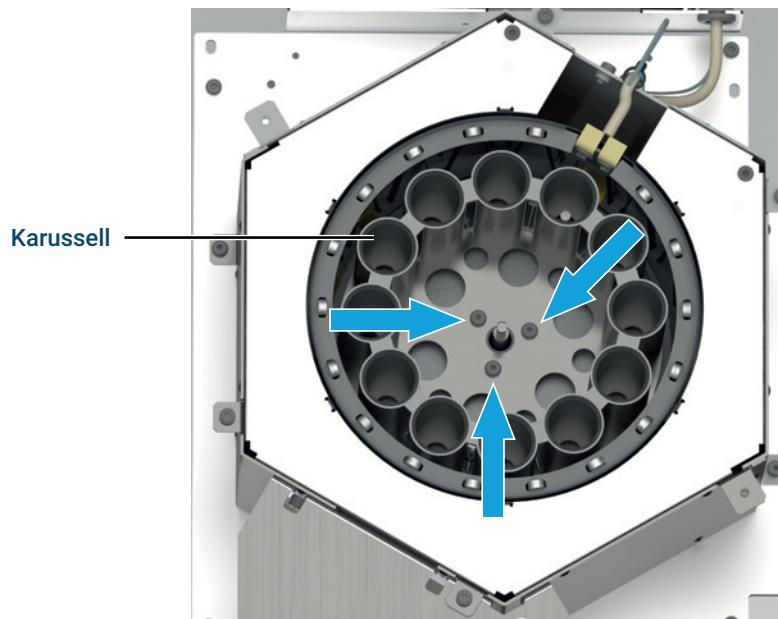

Abb.15. Entfernen des Karussells
- b Entfernen Sie drei T-20-Torx-Schrauben von der Mitte des Karussells (Abbildung 15).